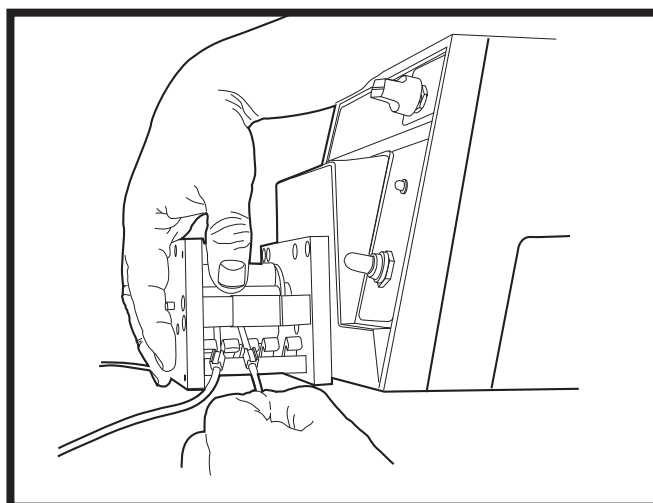

Abbildung 9, Schlauch nach unten ziehen und Stopper lösen.
3. Schlauch nach unten ziehen, damit der Stopper sich löst (Abbildung 9).